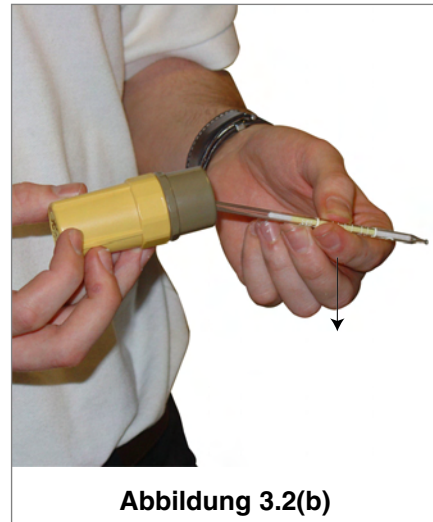

Abbildung 3.2(b)
5. Führen Sie die Nachweisröhrchen in die entsprechenden Röhrchenhalter ein. Beachten Sie die an der Seite des Röhrchens aufgedruckte Röhrchennummer und stellen Sie sicher, dass sie Abbildung 3.2(c) - Röhrchenanordnung entsprechen.